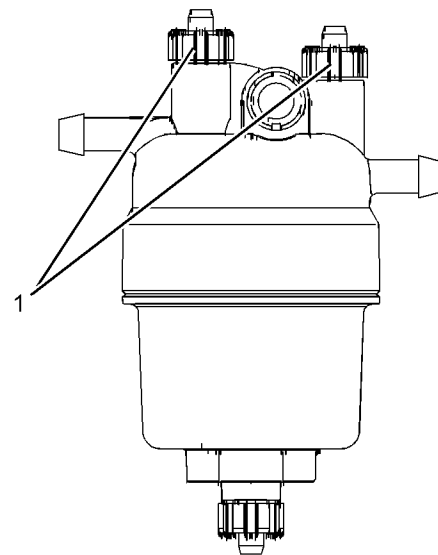

Abbildung 48
Prüfen, dass der Hauptfilter entlüftet wurde, bevor die Kraftstofffilter entlüftet werden. Siehe Abbildung 48.
Prüfen, dass der Hauptfilter entlüftet wurde. Entlüftungsschrauben (1) lösen. Siehe Abbildung 48 . Entlüftungspumpe betätigen. Wenn keine Luftblasen mehr im ausfließenden Kraftstoff vorhanden sind, die Entlüftungsschraube schließen.